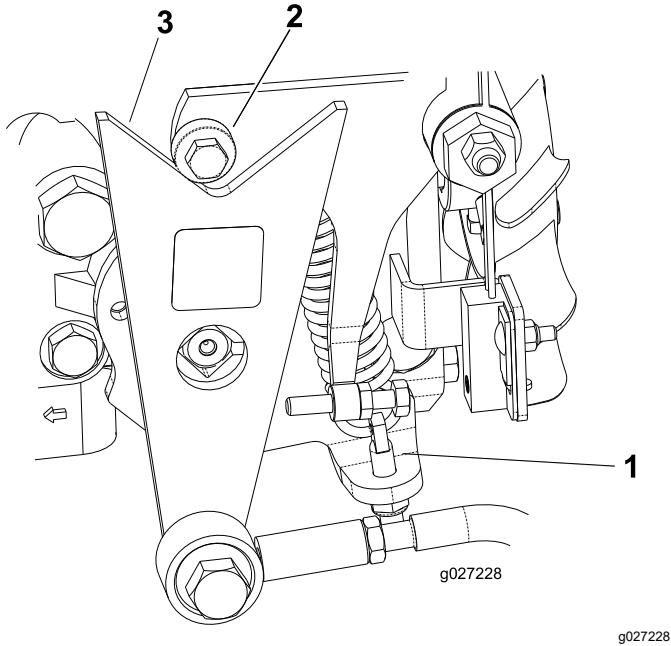

Bild 43
- Wenn sich die Räder in der richtigen Richtung bewegen, stellen Sie den Motor ab und stellen Sie die Sicherungsmutter des federeinstellenden Stifts ein (Bild 43). Stellen Sie die Neutral-Stellung des Getriebes ein, siehe Einstellen der Leerlaufstellung für den Fahrantrieb \(Seite 36\).